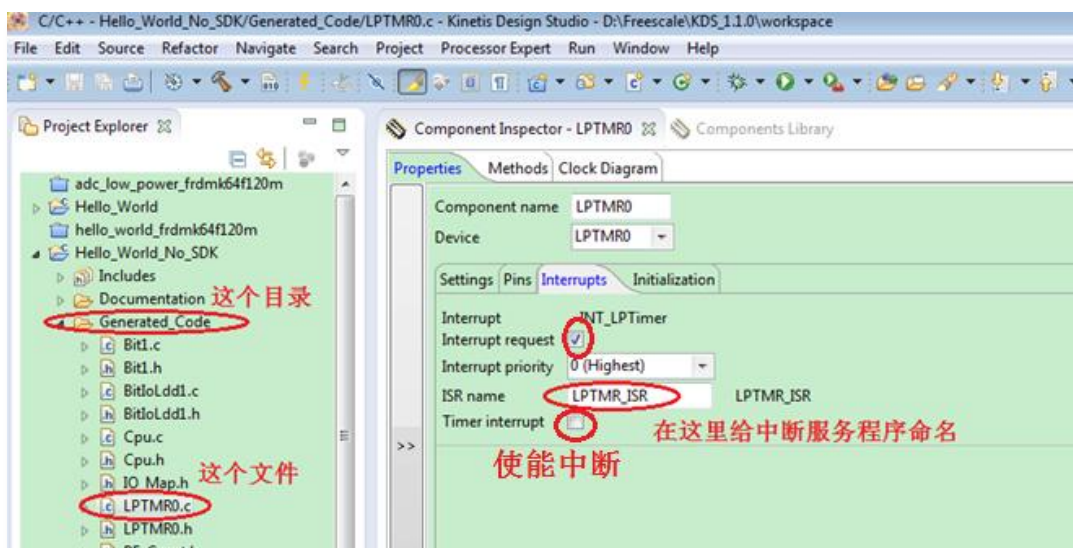

图 131 在 PE 中开启并设置中断
- 另外，如果需要开启LPTMR中断，则需对其中断进行配置，如图131所示，另外还需要编写相应的中断服务程序。在Generated_Code目录下，可以找到与配置模块对应的c文件，本例使用的模块是LPTMR0，所以对应的文件是LPTMR0.c，里面可以看到PE生成的中断服务程序原型，如图132所示。